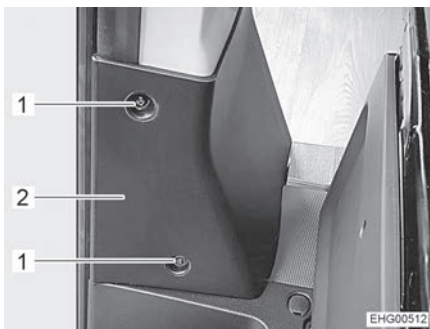
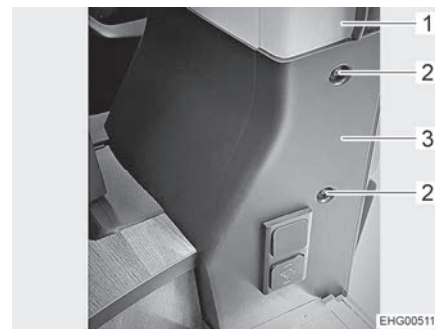

Bild 116 Skydd (sett från förarhyttidörr)
Bild 117 Skydd (sett från skjutdörren)
- Skruva ur 2 skruvar (Bild 116,1) liksom 2 skruvar (Bild 117,2) och ta bort kåpan (Bild 116,2 och Bild 117,3) från B-stolpen (Bild 117,1).